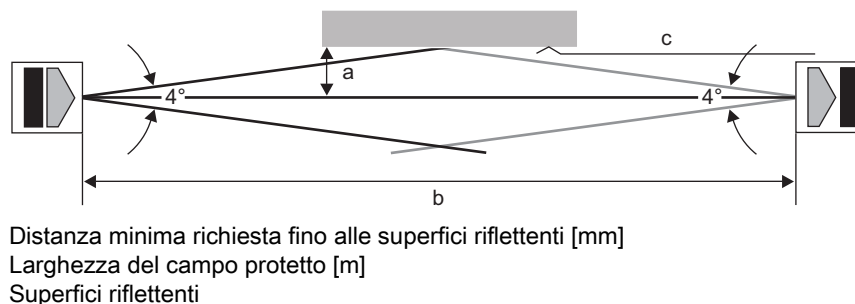

Figura 6.2: Distanza minima fino alle superfici riflettenti a seconda della larghezza del campo protetto
- ↳ Determinare la distanza minima a (vedi figura 6.2).